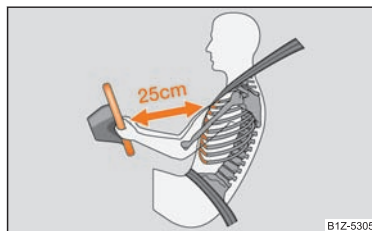

Fig. 97 Distanța sigură față de volan
- Atât pentru șofer cât și pentru pasagerul dreapta este important să păstreze o distanță de cca. 25 cm față de volan, respectiv de tabloul de bord ⇒ fig. 97. Dacă nu se respectă această distanță, sistemul airbag nu își poate exercita eficiența maximă - Pericol! Pe lângă acestea, scaunele din față și tetierele trebuie să fie întotdeauna reglate în funcție de mărimea corpului.